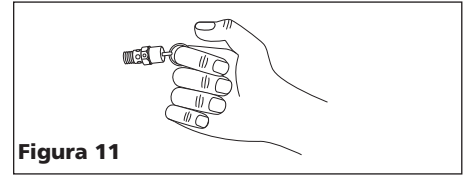

Figura 11
1. Hále el anillo de la válvula de seguridad y déjelo que regrese a su posición normal (Vea la Figura 11). Esta válvula libera el aire automáticamente si la presión del tanque excede el nivel máximo fijado.